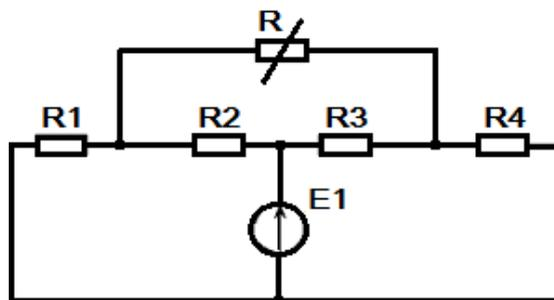

Рис. 1.55. Схема к задаче 4
4. При какой величине сопротивления R мощность, выделяемая в нем в виде тепла, максимальна? Определить эту мощность, если $R_1 = R_2 = 30 \text{ Ом}$, $R_3 = 20 \text{ Ом}$, $R_4 = 60 \text{ Ом}$ (рис. 1.55).